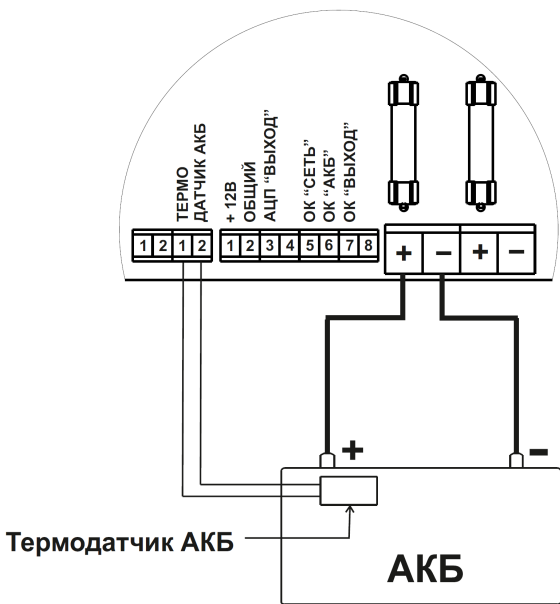

Рисунок 3 – Подключение АКБ и термодатчика
- ♦ При необходимости термокомпенсации напряжения заряда АКБ подключите термодатчик к контактам колодки «Термодатчик АКБ» (см. рисунок 3). Чувствительный элемент термодатчика закрепите на корпусе АКБ в непосредственной близости от клеммы «+» с помощью липкой ленты. Для корректной работы термодатчика необходимо обеспечить плотное прилегание чувствительного элемента датчика к поверхности корпуса батареи
- ♦ Подключите, **соблюдая полярность**, АКБ номинальным напряжением 12В к источнику (см. рисунок 3):